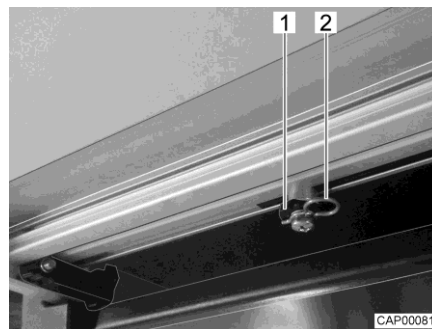

Fig. 107 Tige d'entraînement (marchepied)
- Sur la partie inférieure du marchepied, retirer les deux clips de fixation (Fig. 107,2) sur les tiges d'entraînement (Fig. 107,1).